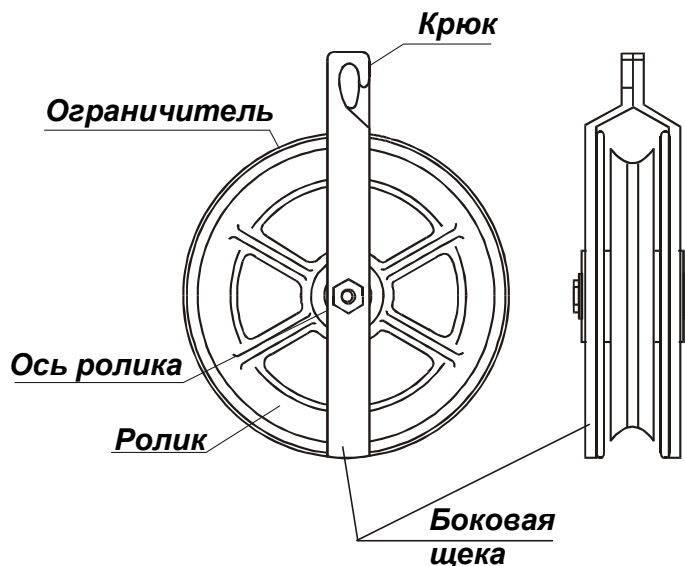

Рис.1.
3.1. Ролик монтажный (рис.1) состоит из боковых щёк с проушинами, внутри которых размещается ролик, ось ролика. Вместо проушин боковые щёки могут изготавливаться в комплекте с другими элементами крепления (подвески) ролика, например крюками, скобами, петлями и т.п.